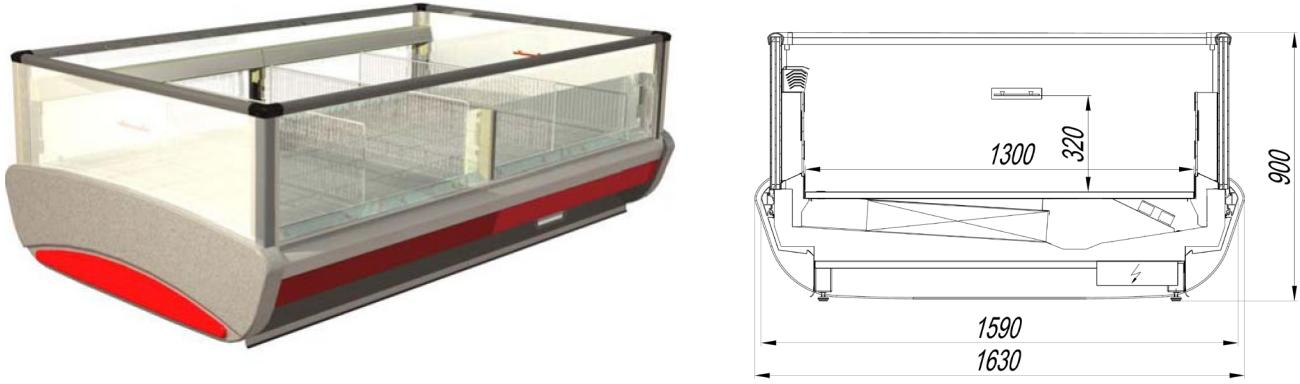

Рисунок 2. Витрина РУБИН ОБЗОРНЫЙ
- «РУБИН-ОБЗОРНЫЙ» - бонета шириной 1630мм (глубина выкладки 1300мм) с обзорными стеклопакетами увеличенной высоты (500мм), выполненная под выносную систему хладообеспечения, типоразмеров - 250, 375 (рисунок 2);